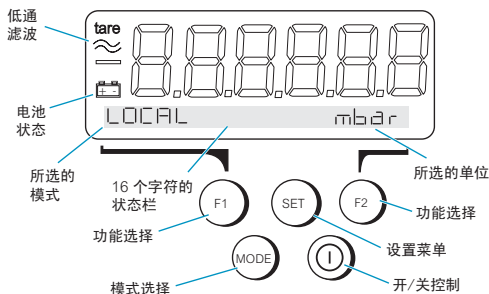

图 3-1 仪器前面板
3.1 一般操作 (图 3-1)
3.2 测量模式 (图 3-1)